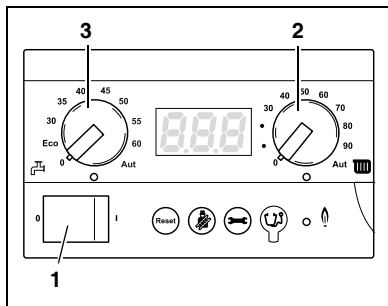

Bild 19 Grundkontroll BC10
- Vrid de båda vridknapparna på grundkontrollen BC10 (bild 19, pos. 2 och pos. 3) till önskat läge (→ kapitel 4.2.1 och 4.2.2, på sidan 31).
- Strömbrytare (bild 19, pos. 1) på BC10 påslagen (position "1").